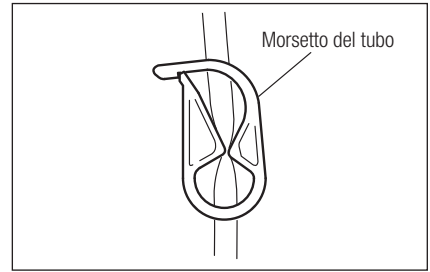

Fig. 12
- 1) Chiudere il morsetto del tubo, tra l'ago del tubo di irrigazione e la pompa di irrigazione, come mostrato nella Fig. 12.